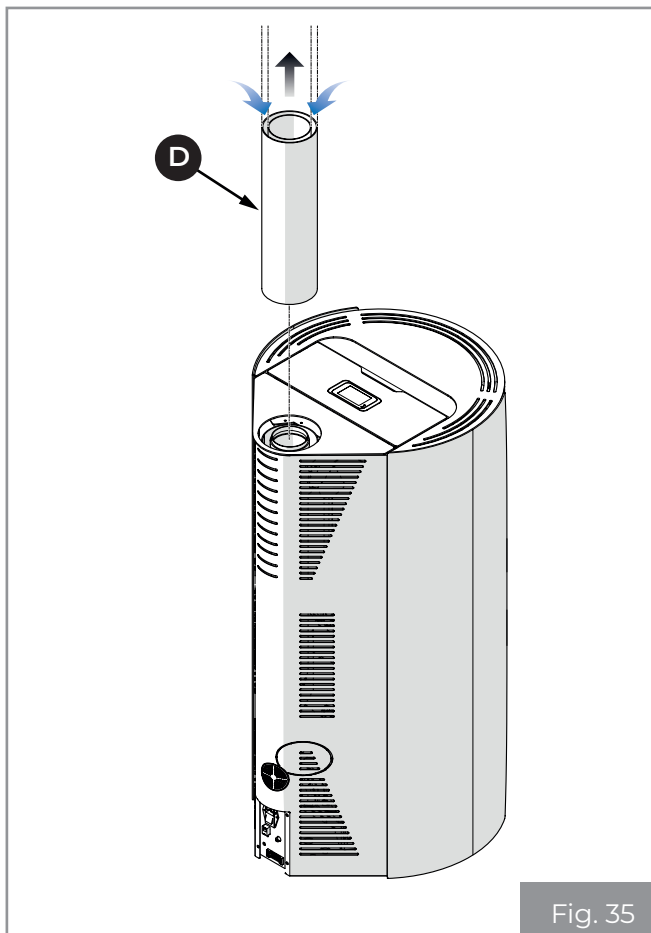

Fig. 35
- Collegare il tubo coassiale **(D)** (Fig. 35).